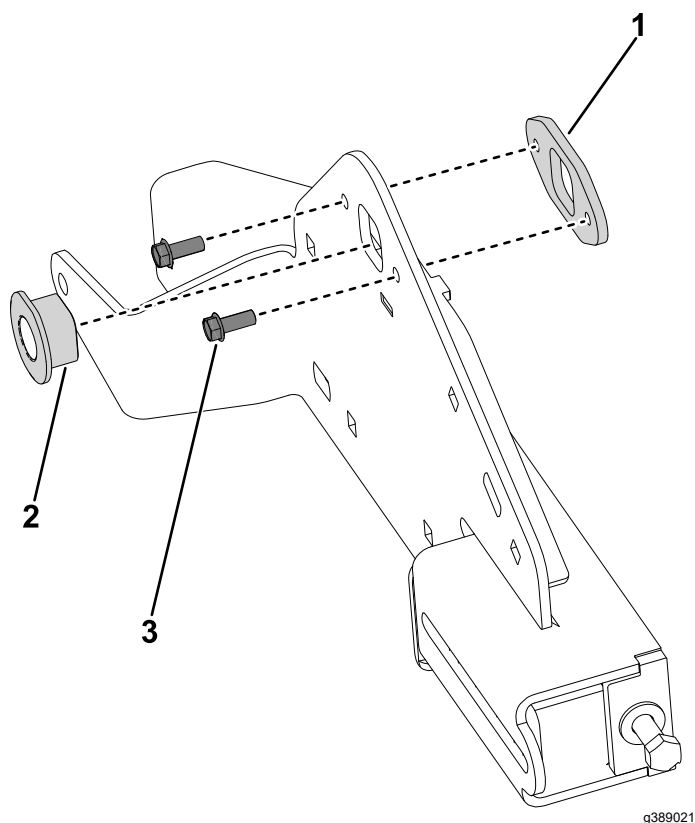

Figura 28
2. Instale el casquillo del eje en la sujeción de la oruga (**Figura 28**).
3. Instale la sujeción del casquillo de eje en la sujeción de la oruga y fíjela con los 2 tornillos ($\frac{1}{4}" \times \frac{5}{8}"$) (**Figura 28**).